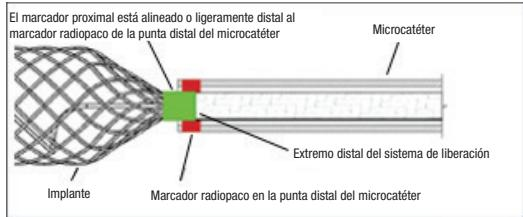

Figura 6. Posición de las bandas marcadoras para el desacoplamiento
24. Bajo orientación fluoroscópica, haga avanzar lentamente el implante fuera de la punta del catéter. Siga haciendo avanzar el implante hasta el lugar deseado, hasta que el marcador radiopaco proximal del implante quede alineado o ligeramente distal al marcador radiopaco de la punta distal del catéter, colocando la zona de desacoplamiento justo fuera de la punta del catéter. Consulte la figura 6. Repositione en caso necesario. Si el tamaño del implante no es adecuado, retírelo y sustitúyalo por otro dispositivo. Si observa algún movimiento no deseado del implante bajo fluoroscopia después de la colocación y antes del desacoplamiento, saque el implante y sustitúyalo por otro de tamaño más adecuado. El movimiento del implante puede indicar que este podría moverse una vez desacoplado. **No gire el sistema de liberación durante**